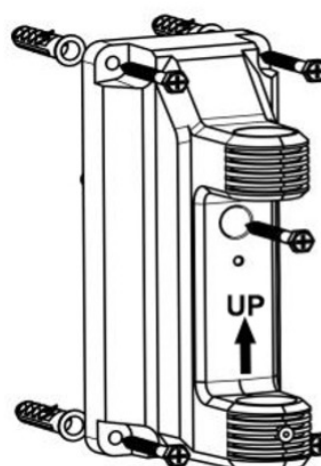

fig.2
3. Utilize o suporte de montagem como modelo para marcar a posição dos parafusos e faça cinco furos ($\Phi 12$ mm/0,47 pol., profundidade: 60 mm/2,36 pol.) na parede (Fig. 2).
4. Fixe o suporte com quatro parafusos auto-roscentes, conforme indicado. (Fig. 2)